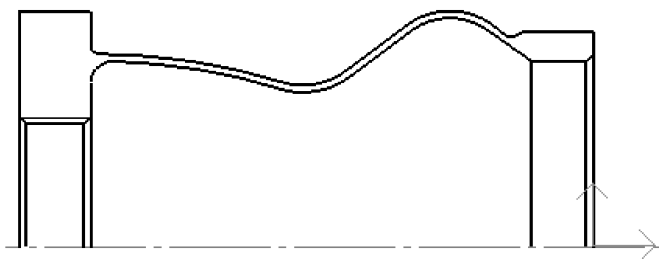

图 8-99 倒圆角和修剪后的轮廓
2) 在菜单栏中选择【修改】→【裁剪】和【删除】命令,或单击【编辑】工具栏中的和按钮,在弹出的立即菜单中选择【快速裁剪】选项,状态栏中提示拾取要裁剪的曲线,用鼠标直接拾取被裁剪的线段,即可直接删除没用的线段。拾取完毕后,单击鼠标右键确定,倒圆角和修剪后的轮廓如图 8-99 所示。